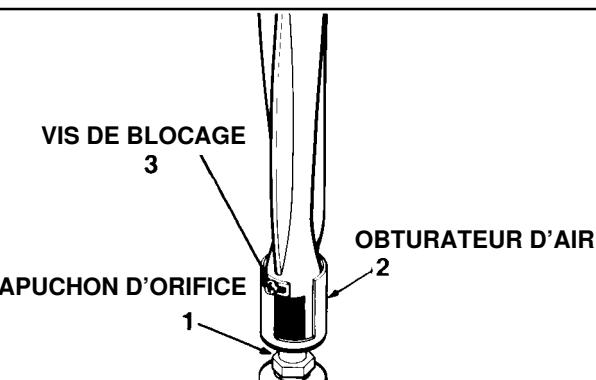

FIGURE 9
- Flamme jaune - ouvrir l'obturateur d'air afin d'assurer son ouverture maximum tout en ayant une flamme qui ne se soulève pas du brûleur ou qui s'éteigne lorsque le brûleur est froid. (Voir l'élément 2 de la figure 9.)
- Flamme avec partie bleue distincte mais qui se soulève du brûleur - fermer l'obturateur d'air jusqu'à ce qu'il produise une flamme qui ne se soulève pas du brûleur ou s'éteigne lorsque le brûleur est froid. (Voir l'élément 2 de la figure 9.)